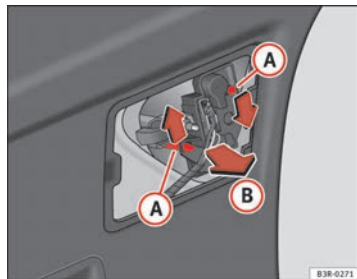

Fig. 235 Smontaggio del supporto lampade
- Fare pressione sulle linguette A ⇒ fig. 235 nel senso indicato dalle frecce ed estrarre il portalamпада nel senso indicato dalla freccia B.